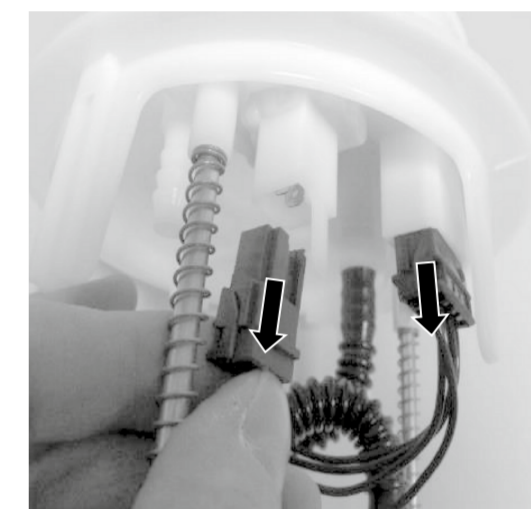

Abb. 2/ Fig. 2/ Puc. 2/ 图2
- Remove the sender unit and fuel pump connectors from the flange cover (1) (Fig. 2).
- Débrancher les prises mâles de l'indicateur de niveau et de la pompe à carburant sur le couvercle de la bride (1) (Fig. 2).
- Отсоедините разъемы датчика уровня топлива и топливного насоса от крышки-держателя с фланцем (1) (Рис. 2).
- Retirar el conector del sensor del depósito y de la bomba de combustible de la tapa de brida (1) (Fig. 2).